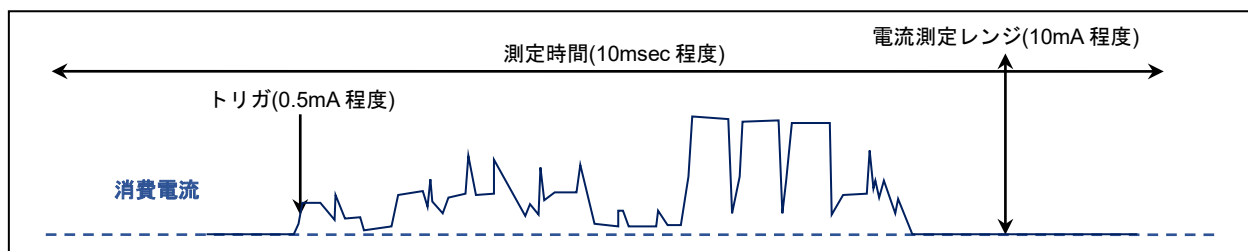

図 4-5 周期的な Advertising パケット送信時の消費電流
(1) 周期的な Advertising パケット送信動作の消費電流
- 図 4-5 を参考にオシロスコープの測定項目を設定します。